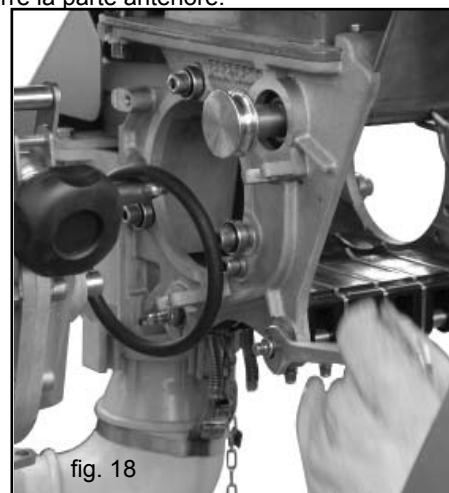

fig. 18
- 1) Per smontare il gruppo dei tastatori allentare i quattro dadi (davanti e dietro) (Fig. 18), utilizzando una chiave da 13 mm.